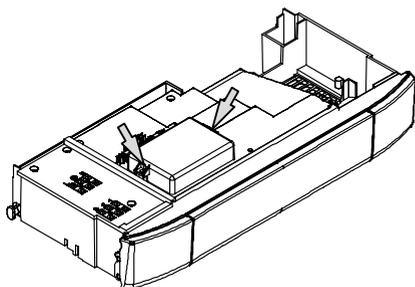

Figura 5.33
- Togliere le due viti indicate in Figura 5.33 e aprire il coperchio della morsettiatura collegamento sonda esterna e comando remoto.